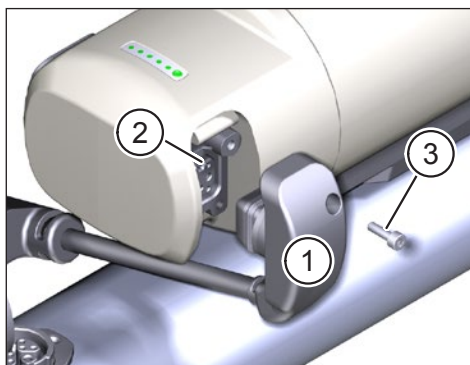

Fig. 7: Fixation du câble de connexion au Range Extender
- ▶ Branchez la fiche du câble de connexion (élément 1 Fig. 7) sur la prise du Range Extender (élément 2 Fig. 7).
- ▶ Fixez le connecteur au Range Extender à l'aide de la vis à tête cylindrique M3 × 8 (élément 3 Fig. 7) fournie avec le câble, avec un couple de serrage de 1 Nm. N'utilisez en aucun cas une vis plus longue. Sinon, vous risquez d'endommager l'électronique du Range Extender.